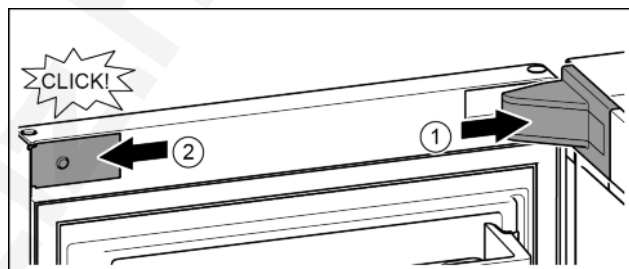

Fig. 21
- ▶ Helyezze fel és pattintsa be a csapágycsuklós fedelét, szükség esetén óvatosan nyomja szét. Fig. 21 (1)
- ▶ Helyezze fel oldalra a lemezt, és pattintsa be. Fig. 21 (2)